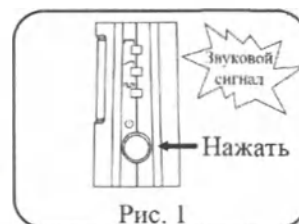

Рис. 1
- 1) Нажмите на кнопку питания и установите необходимый режим и время (Рис. 1, 2, 3);